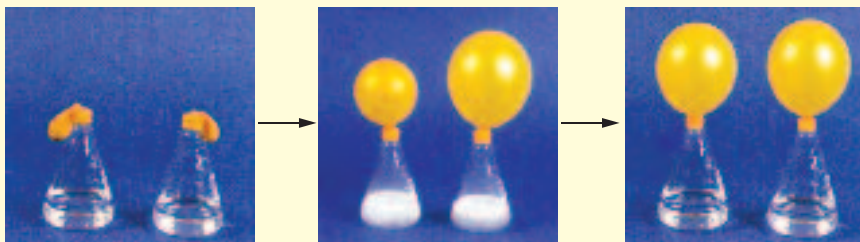

图 3-1 镁条与盐酸、醋酸溶液的反应
(1) 分别测量物质的量浓度均为 $1\text{ mol}\cdot\text{L}^{-1}$ 的盐酸和醋酸溶液的pH。
(2) 如图3-1所示，在两只锥形瓶中分别加入等体积、物质的量浓度均为 $1\text{ mol}\cdot\text{L}^{-1}$ 的盐酸和醋酸溶液，在两只气球中分别加入经砂纸打磨过的大小相同的足量镁条，将气球套在锥形瓶瓶口，再将气球中的镁条送入锥形瓶中，观察、比较气球鼓起的快慢等现象，填写表3-1。